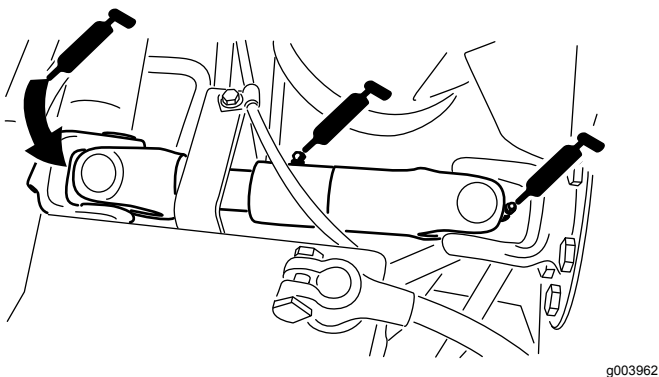

Figura 60
- Junta em U do veio propulsor da bomba (3) – Figura 60